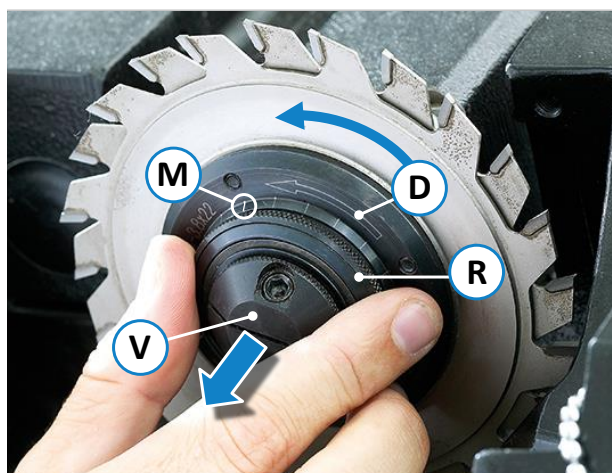

Figure 79 : dispositif de réglage « Quickstep » pour inciseur
- Placer les lames de scie sur les boulons des brides, en respectant le sens de rotation (D), voir ⇒ Figure 79.
- Les dents doivent se trouver les unes derrière les autres et dans le sens de rotation (D).
- La vis moletée (R) doit être correctement enclenchée.